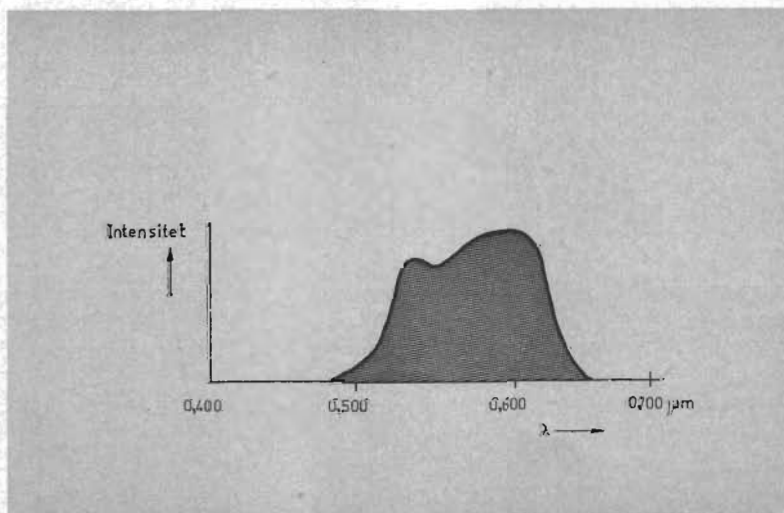

Fig 7
- 1) Ett intryck av oren blandad färg fås av en strålning som omfattar en hel grupp våglängdskomponenter, se fig. 7.